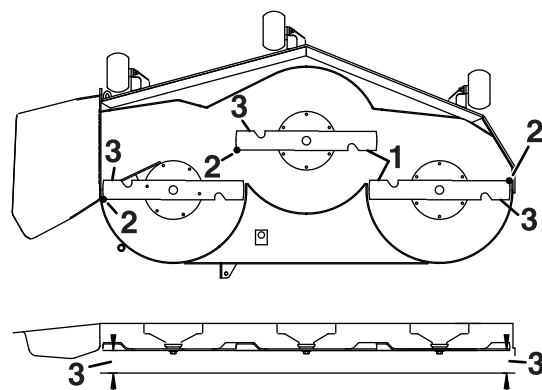

Figura 72
5. Măsurai între marginile de tăiere exterioare și suprafața plană (Figura 72).